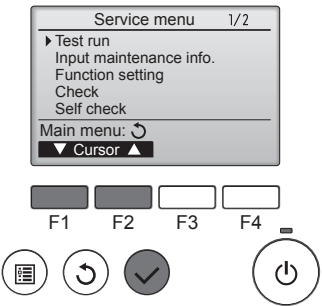

Fig. 7-3
- ③ Selecciona “Test run” (Testar funcio.) com o botão [F1] ou [F2] e prima o botão ②. (Fig. 7-3)